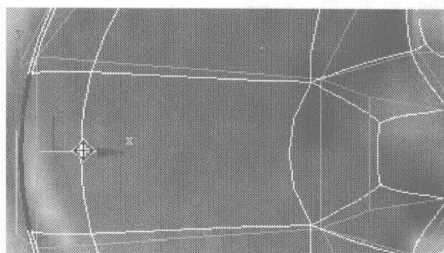
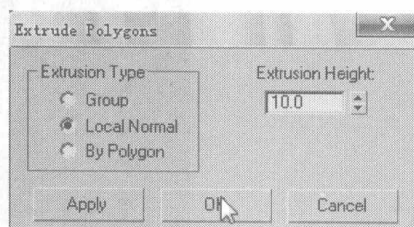
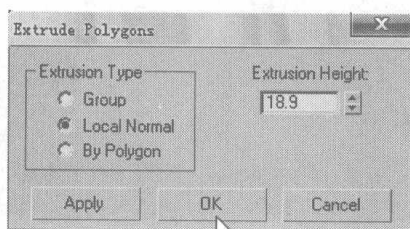
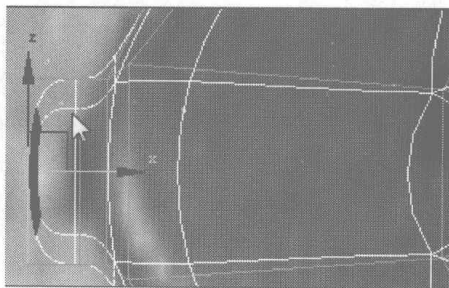

图 5.366
图 5.367
图 5.368
图 5.369
- 10 选择如图 5.366 所示的面，单击 **Extrude** 右边的小按钮，在弹出的对话框中设置如图 5.367 所示参数，单击 **Extrude** 右边的小按钮，在弹出的对话框中设置如图 5.368 所示参数，模型显示如图 5.369 所示。